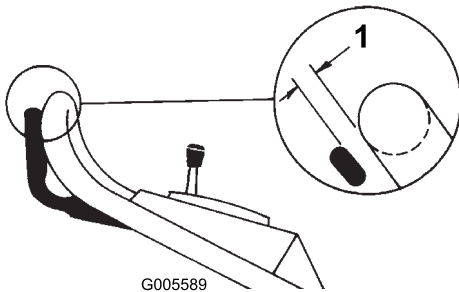

Bild 23
5. Heben Sie die Schalteiste so weit an, dass Sie Widerstand spüren. Im richtig eingestellten Zustand muss sich die Schalteiste 4 cm vom Griff entfernt befinden (Bild 23).
7. Ziehen Sie die untere Klemmmutter fest, um die obere gegen den Stützblock zu arretieren (Bild 23).